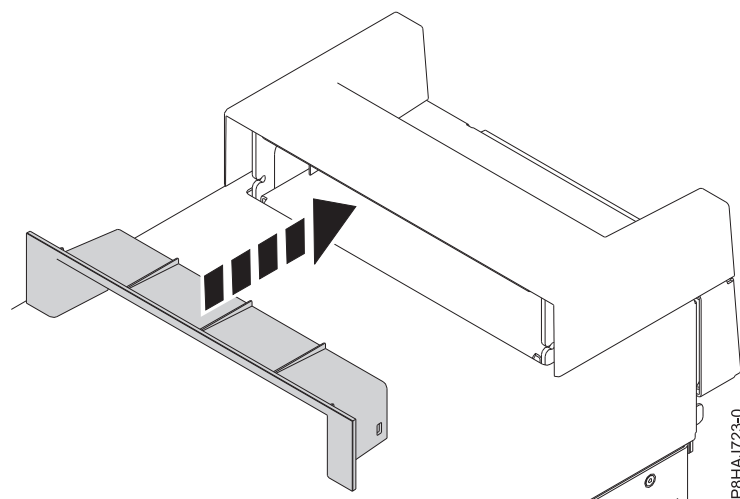

Figura 36. Inserindo a peça dentro da tampa da alça em um sistema 8286-41A independente
2. Insira a peça dentro da tampa da alça empurrando-a firmemente para a tampa da alça, conforme mostrado em Figura 36.